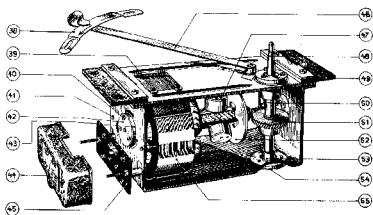

Fig. 9.
In de montageplaat der gramfoonuitrusting is een uitsparing gemaakt, waarin de motor met twee rubber stroppen, (fig. 9 pos. 49) trilvrij is opgehangen.